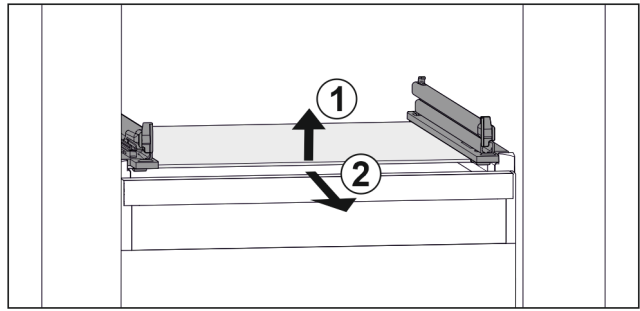

Fig. 129 Примерное отображение стеклянной пластины
- ▶ Приподнимите стеклянную пластину спереди. Fig. 129 (1)
- ▶ Извлеките стеклянную пластину движением вперед. Fig. 129 (2)